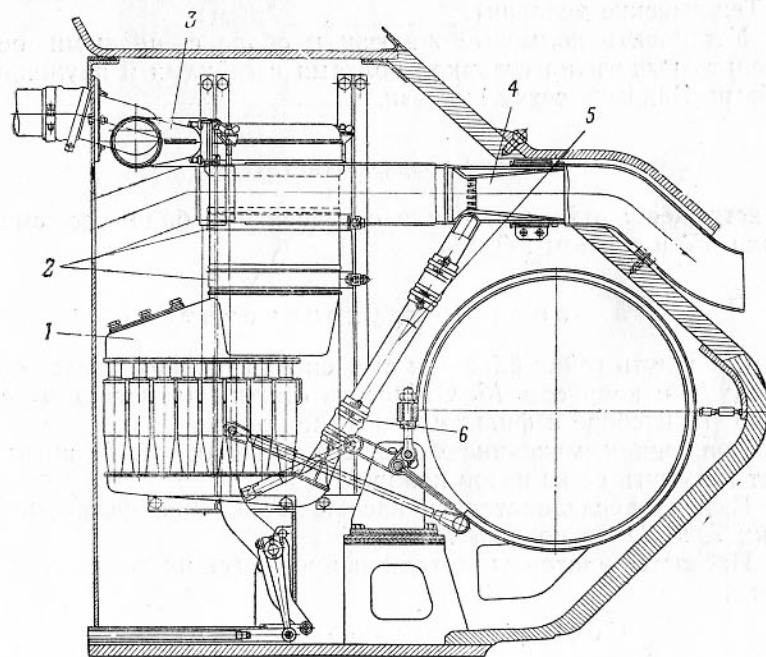

Рис. 49. Установка воздухоочистителя:
2. Отвернуть два стяжных болта хомутов 2 (рис. 49) крепления воздухоочистителя и снять хомуты.